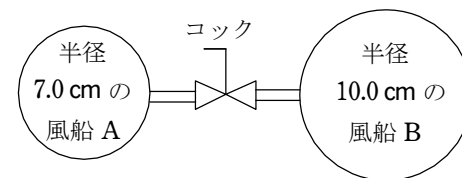

図3 コック付き管でつなげられた2つの風船
- 風船外部の圧力1000 hPa, 温度300 K の環境下で半径7.0 cm の風船Aと、半径10.0 cm の同じ種類の風船Bがある。図3のように風船Aと風船Bをコックが閉じられたコック付き管でつなげ、コックを開放したときの物理現象を考える。ただし、コック付き管の大きさはないものとする。次の(ア), (イ)に答えよ。